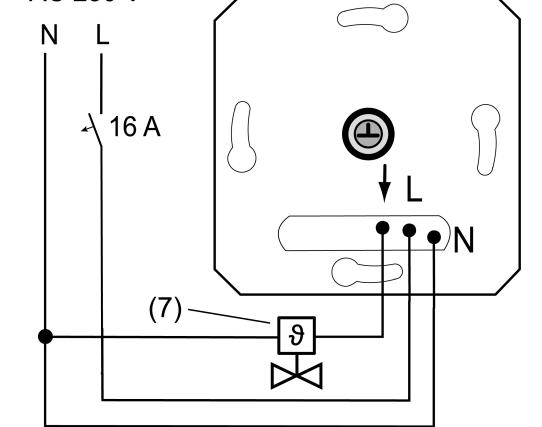
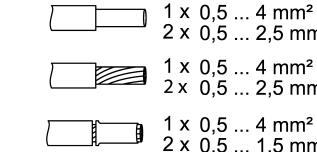

Bild 2: Anschlussbeispiel des Einsatzes
Bild 3: Klemmbarer Leiterquerschnitt
- Elektrothermischen Stellantrieb (7) an Einsatz (1) gemäß Anschlussplan (Bild 2) anschließen. Leiterquerschnitte beachten (Bild 3).